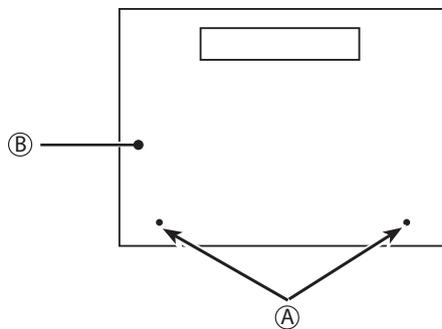

Рис. 2.3.1
2.3. Установка FTC2B (Рис. 2.3.1, 2.3.2, 2.3.3, 2.3.4)
1. Выкрутите 2 винта (винты (А) из FTC2B и снимите крышку. (См. рис. 2.3.1)